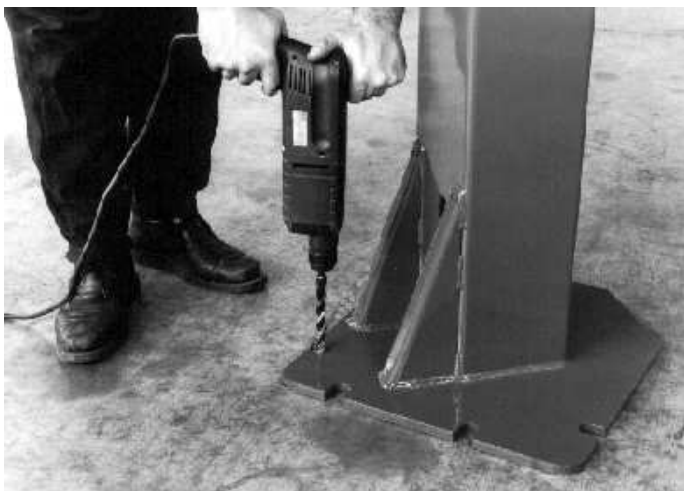

Fig.13 Abb.13
2) Sollevare la colonna in posizione verticale, usando la base come dima forare il pavimento con una punta da calcestruzzo Ø24 per una profondità di circa 200m/m (fig.13).
2) Lift the post into the vertical position using the base as the template; drill the floor with a 24 Ø bit for concrete down to a depth of about 200 mm (Fig.13).
2) Placer la colonne à la verticale et en utiliser la base comme gabarit pour percer le sol à l'aide d'une mèche à béton Ø 24, sur une profondeur d'environ 200 mm (fig.13).
2) Heben Sie die Säule in die vertikale Position an und bohren Sie unter Verwendung der Basis als Schablone den Boden mit einem Bohrer für Beton Ø24 und bis auf eine Tiefe von ca. 200 mm (Abb.13).
2) Zet de zuil verticaal. Boor met de onderkant als mal met een 24 Ø boor voor beton ongeveer 200 mm diepe gaten in de vloer (Fig. 13).